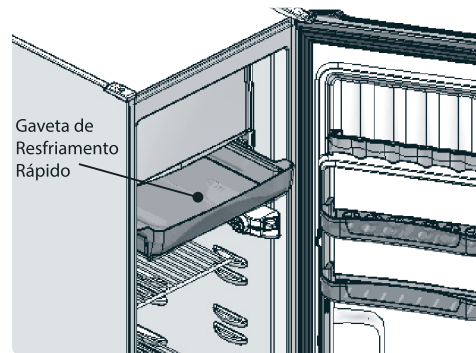

Fig. 7
**!** Somente retire a gaveta de resfriamento rápido após o degelo do refrigerador (Fig.7).
- 6 | A água proveniente do degelo fica armazenada na gaveta de resfriamento rápido (Fig.7), abaixo do congelador. Para retirar a água, remova a bandeja e despeje a água em um local apropriado.
- ▶ Coloque o termostato na posição desligado (0) e retire o plugue da tomada.